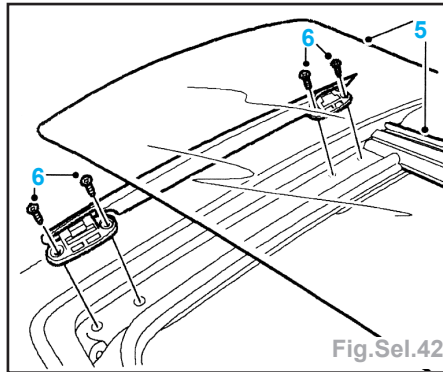
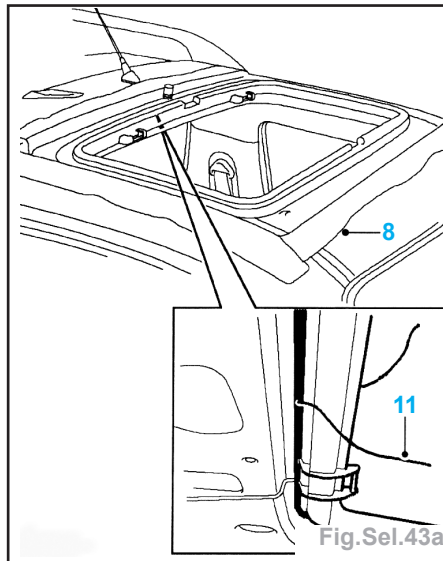

Fig.Sel.42
Fig.Sel.43a
- Débrancher les tubes (3) d'évacuation du toit ouvrant.
- les 4 vis Torx (4) maintenant les plaques de bridage et déposer les plaques,
- les panneaux (5) en verre et la barre en «T» (Fig.Sel.42).
- les 8 vis (6) maintenant les déflecteurs de vent et déposer ces derniers,
- Poser le ruban (8) de marouflage sur le toit et la baie du toit ouvrant (Fig.Sel.43a).